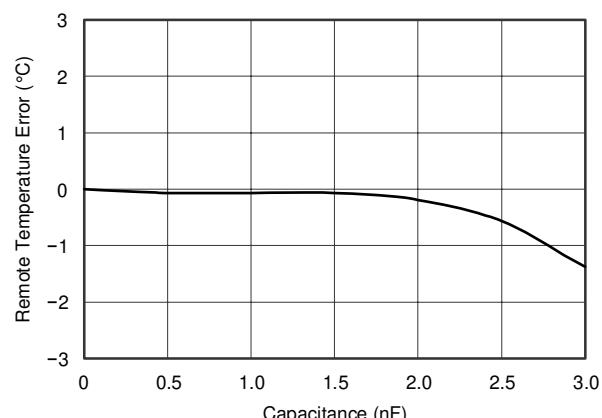
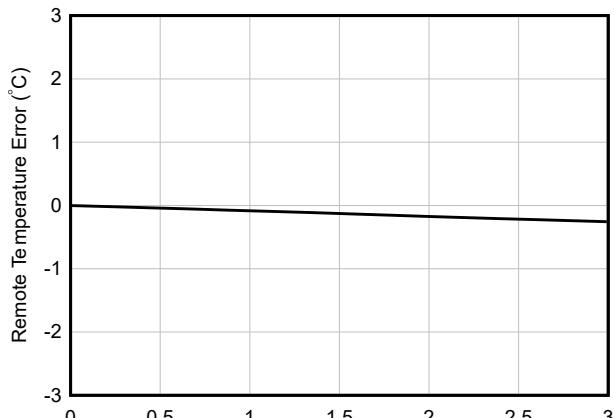
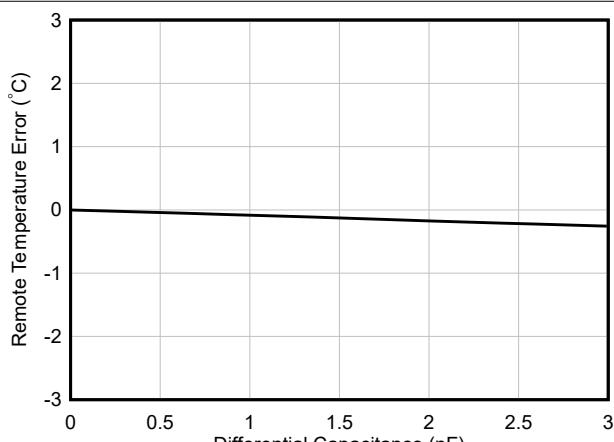

図 6-12. リモート温度誤差と差動容量との関係 (従来のチップ)
図 6-13. リモート温度誤差と差動容量との関係 (新チップ)
図 6-27. リモート温度誤差と差動容量との関係
- C. ほとんどのアプリケーションでは、 C_{DIFF} (オプション) は $<1000\text{pF}$ でなければなりません。 C_{DIFF} の選択は、アプリケーションによって異なります。フィルタリングセクションと図 6-12 (新しいチップは図 6-13) と図 6-27 を参照してください。
TMP411/TMP411D は、温度誤差の変化を最小限に抑えながら、最大 1000pF の差動入力容量を許容できます。容量が検出されたリモート温度誤差に与える影響を、図 6-12 (新しいチップは図 6-13) および図 6-27 に示します。